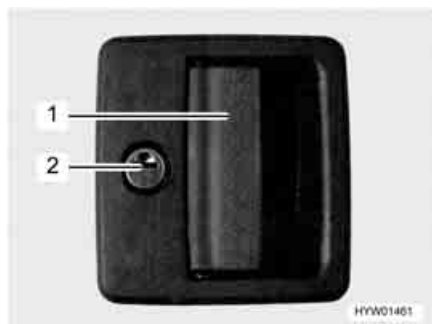

Fig. 34 Serratura della porta di ingresso, lato esterno
- Inserire la chiave nel cilindro della serratura (Fig. 34,2) e ruotare fino a quando la serratura della porta si sblocca.
- Tirare la maniglia della porta (Fig. 34,1). La porta è aperta.
- Inserire la chiave nel cilindro della serratura (Fig. 34,2) e ruotare fino a quando la serratura della porta si blocca.